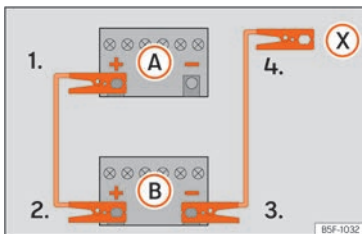

Abb. 190 Anschlussschema für Fahrzeuge ohne Start-Stopp-System.
2. Klemmen Sie ein Ende des roten Starthilfekabels an den Pluspol (+) des Fahrzeugs mit der entladenen Fahrzeugbatterie (A).
3. Klemmen Sie das andere Ende des roten Starthilfekabels an den Pluspol (+) des stromgebenden Fahrzeugs (B).
4. Fahrzeuge ohne Start-Stopp-System: Klemmen Sie ein Ende des schwarzen Starthilfekabels an den Minuspol (-) des stromgebenden Fahrzeugs (B) »» (Abb. 190).